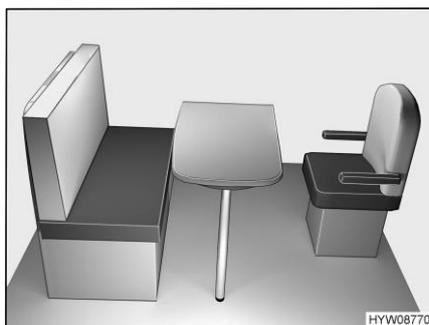

Fig. 78 Avant la transformation
- Tourner le siège conducteur en direction de la table (Fig. 78).